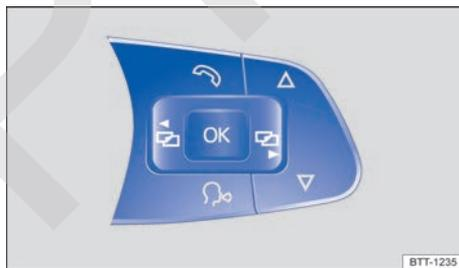

Fig. 15 Vehículos con volante multifunción: teclas para utilizar los menús del cuadro de instrumentos.
- Si se muestra un mensaje o el pictograma de un vehículo, pulse la tecla ⇒ fig. 14 (A) de la palanca del limpiaparabrisas o la tecla (OK) del volante multifunción ⇒ fig. 15.
- Si el manejo se realiza con el volante multifunción, no se visualizará el menú principal. Para cambiar de una opción a otra del menú principal, pulse la tecla (←) o (→) varias veces ⇒ fig. 15.
- Para abrir el submenú, pulse la tecla **(A)** de la palanca del limpiaparabrisas o la tecla **(OK)** del volante multifunción ⇒ fig. 15.
- *Si el manejo se realiza con el volante multifunción,* pulse la tecla **(↩)** ⇒ fig. 15. ▶